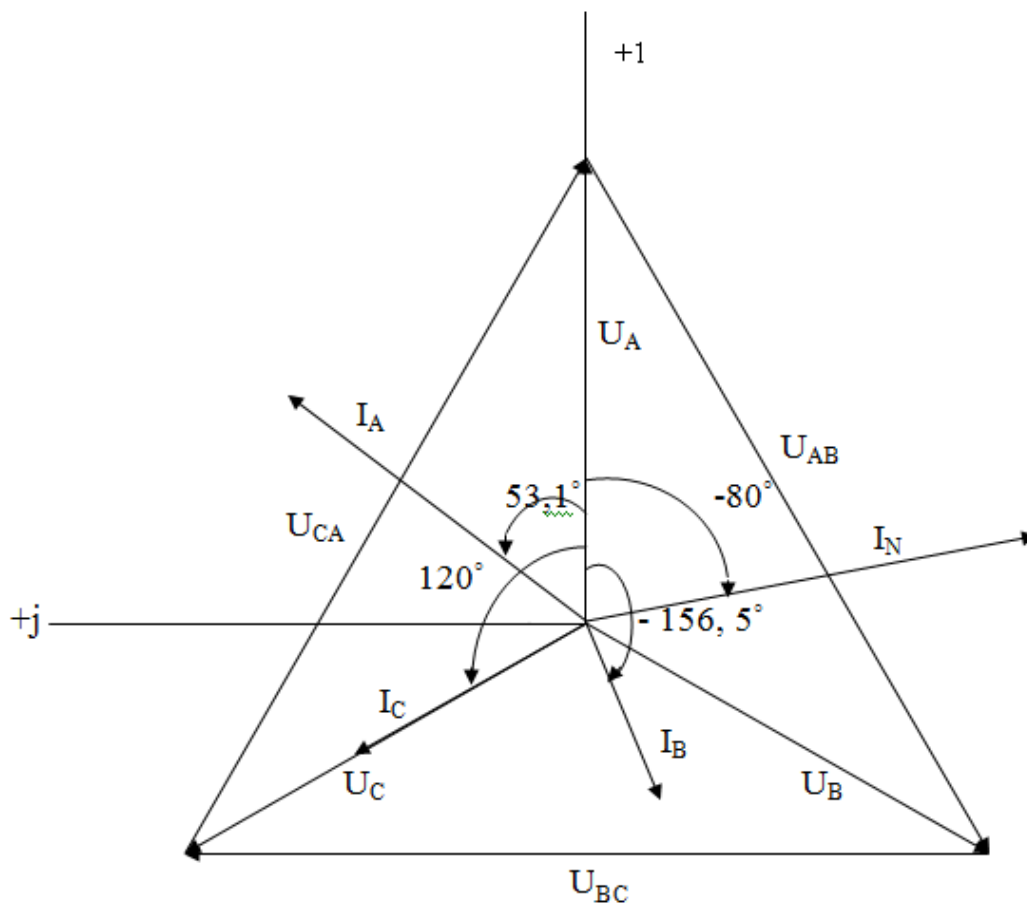

Рис. 3 Векторная диаграмма
3. Построим векторную диаграмму (рис. 3):